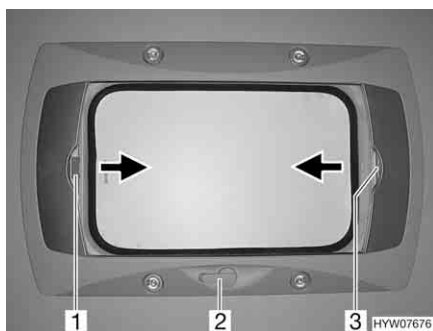

Fig. 40 Oblò a manovella
- Ruotare la manovella (Fig. 40,2) fino a quando non si incontra resistenza (angolo di apertura max. 70°).
Chiusura: ■ Tirare la tendina oscurante pieghevole per la maniglia (Fig. 40,3) nella direzione della freccia fino alla posizione desiderata e rilasciare. La tendina oscurante pieghevole rimane in questa posizione.
Chiusura: ■ Tirare la zanzariera a rullo per la maniglia (Fig. 40,1) nella direzione della freccia verso la maniglia contrapposta della tendina oscurante pieghevole (Fig. 40,3) e farla innestare.
Apertura: ■ Tirare la maniglia della zanzariera a rullo (Fig. 40,1) dietro, verso l'alto, e sganciare la zanzariera a rullo dalla tendina oscurante pieghevole (Fig. 40,3).